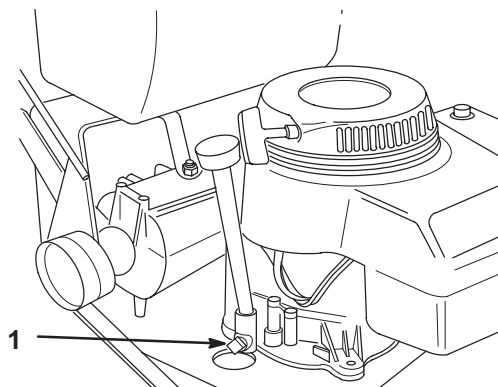

Figure 25
3. Placez un bac de vidange sous l'orifice de vidange. Enlevez le bouchon de vidange (Fig. 25).